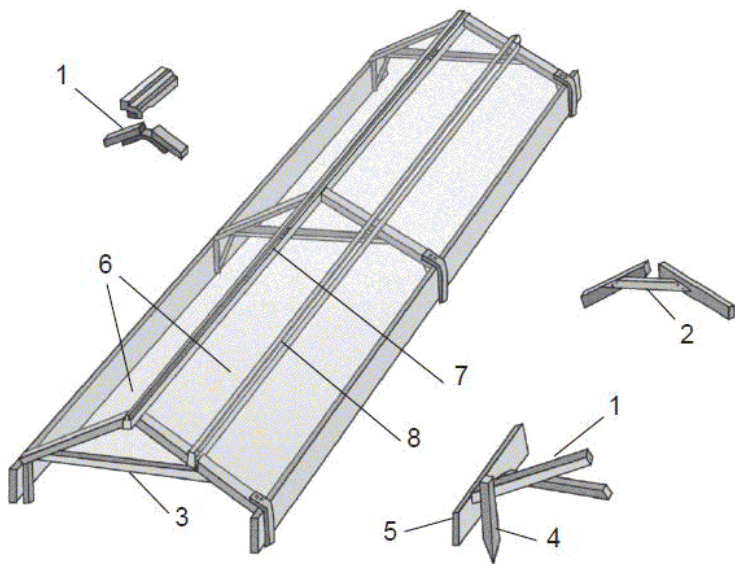

Рис. 4. Укрытие разборно-приставное:
*Разборно-переставной пленочный парник.* Площадь парника при длине 6 м составляет 9,6 м2 (рис. 4). Он собирается из трех стропильных рам, двух бортовых досок и пленочного покрытия. Сборку производят без крепежных деталей. Бортовые доски (при заводском изготовлении укрытий) вставляют в пазы металлических опор стропил. Затем каркас накрывают пленочным покрытием, собранным отдельно из конькового бруса, двух бобин и полотнища пленки шириной 2,3 м и длиной 7,6 м. Пленку прикрепляют к деталям деревянным штапиком, который заворачивают в край пленки (1–2 оборота). Бобина после сборки должна висеть, натягивая пленку собственной массой.